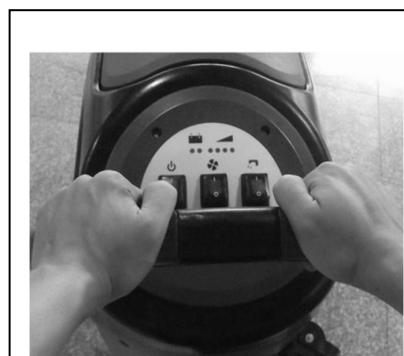

Figure 11
L'une des caractéristiques de la machine est l'installation de deux interrupteurs de sécurité sur les deux côtés du guidon. Chaque interrupteur de sécurité est capable de commander indépendamment le fonctionnement de la brosse. En utilisation, cela facilite le contrôle du fonctionnement de la machine. Par expérience, la méthode pour déplacer la machine indiquée sur la Figure 11 à droite est plus appropriée, les utilisateurs se sentent plus à l'aise avec les mains, elle réduit également la fatigue liée au travail. Il est donc recommandé de déplacer la machine de cette façon.
2. Maintenez l'interrupteur de sécurité (1) (selon la manière indiquée dans la **Figure 11**), appuyez pour déplacer la machine et commencez le travail de nettoyage.